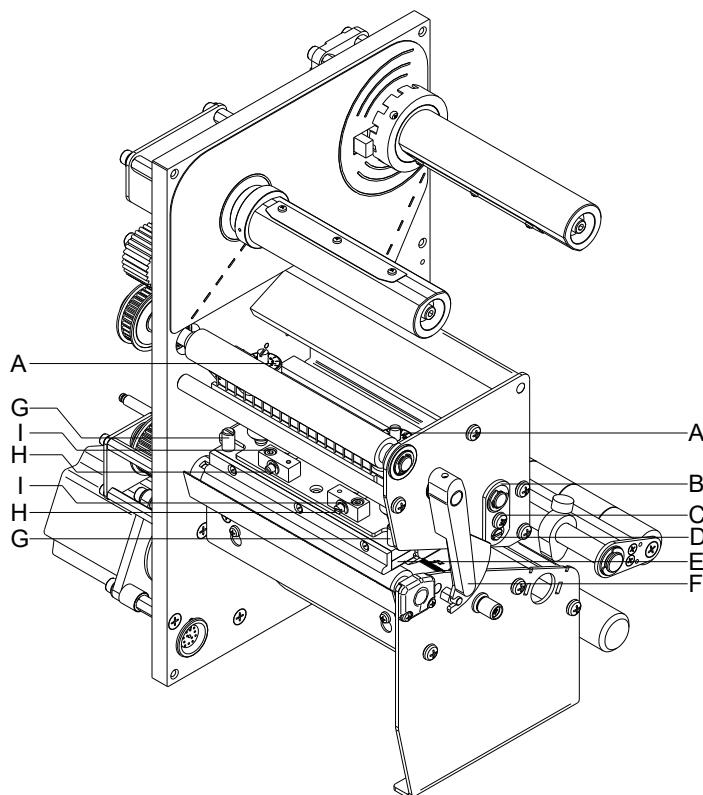

Figura 17
1. Allentare le viti (I, Figura 17) di circa $\frac{1}{4}$ di giro con una chiave per viti.
2. Impostare il parallelismo con le viti di regolazione (H, Figura 17). Senso orario = movimento della testina di stampa in avanti
4. Serrare di nuovo le viti (I, Figura 17).
Se dopo avere impostato il parallelismo la stampa non risulta uniforme sull'intera larghezza delle etichette, è possibile effettuare un'equilibratura mediante il pannello di regolazione (B, Figura 17) procedendo come segue:
1. Allentare la vite (C, Figura 17) di circa $\frac{1}{4}$ di giro.
2. Ruotare i bulloni eccentrici (D, Figura 17) per creare un'equilibratura di stampa e registrarli fino ad ottenere un'immagine di stampa uniforme.
3. Serrare di nuovo la vite (C, Figura 17).